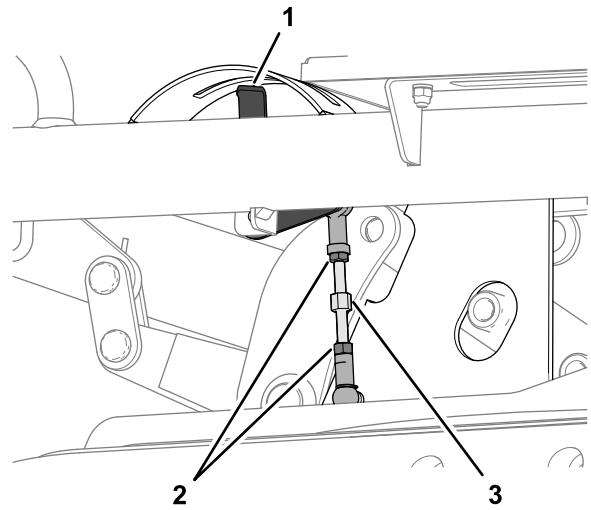
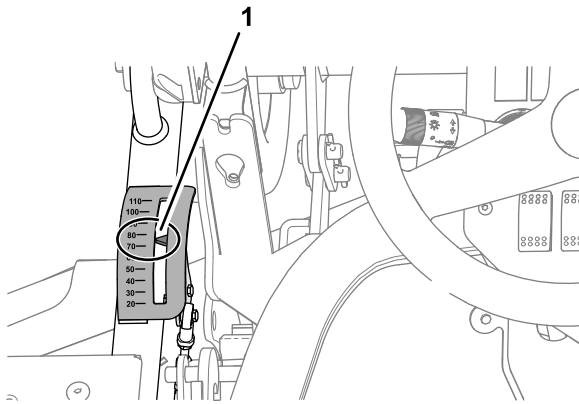

Bild 131
Bild 130
- B. Drehen Sie den Lenker, bis der Zeiger der Schnitthöhenanzeige (aus der Sicht vom Bedienerstz) mit der 75-mm-Markierung ausgefluchtet ist (Bild 130 und Bild 131).
- C. Ziehen Sie die zwei Klemmmuttern an (Bild 131).
2. Setzen Sie sich auf den Sitz und schauen Sie auf den Zeiger der Schnitthöhenanzeige (Bild 130).
- A. Lösen Sie die zwei Klemmmuttern, mit denen der Schnitthöhenlenker befestigt ist (Bild 131).